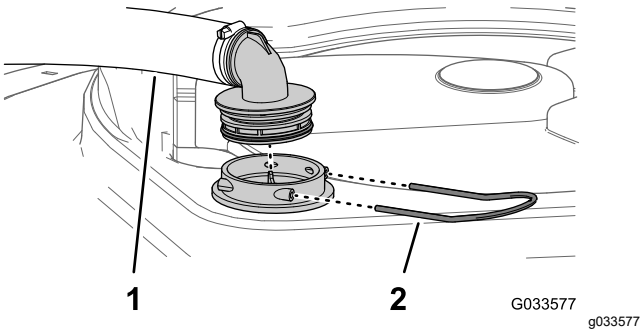

图 59
2. 在打药机药缸的顶部拆下固定从过滤器外壳连接至大软管的软管接头的卡环 图 59。
3. 从过滤器外壳上拆下软管和软管接头 图 59。